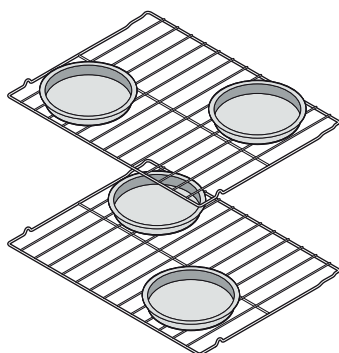

Figura 3: Posiciones de la bandeja para horneado con dos parrillas
- Cuando hornee alimentos usando dos parrillas, coloque los utensilios como se muestra en la Figura 3.